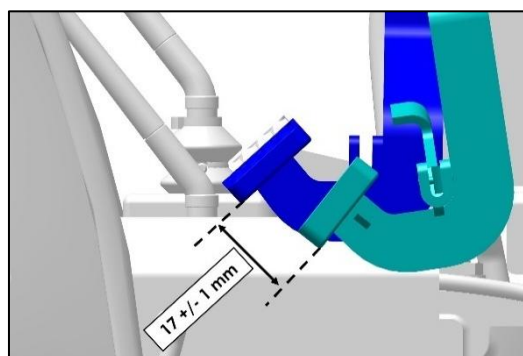

Fig. 294 – VRIJE SLAG REMPEDAAL
6. Breng een lichte belasting op het rempedaal aan en controleer dat de vrije slag 17 ± 1 mm is (zie Fig. 294).